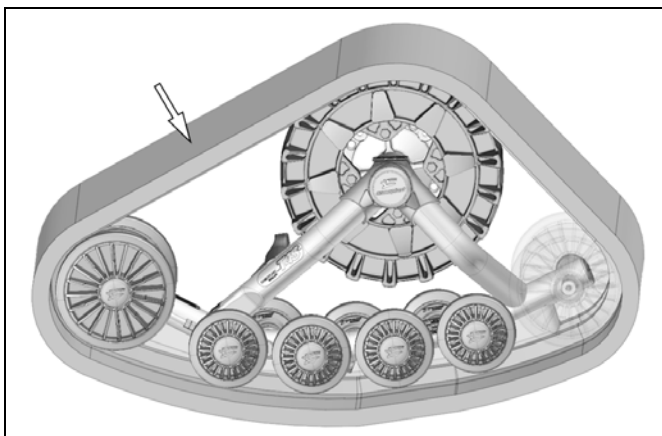

Abbildung 28
- Montieren Sie die Gummikette. Siehe Abbildung 28.